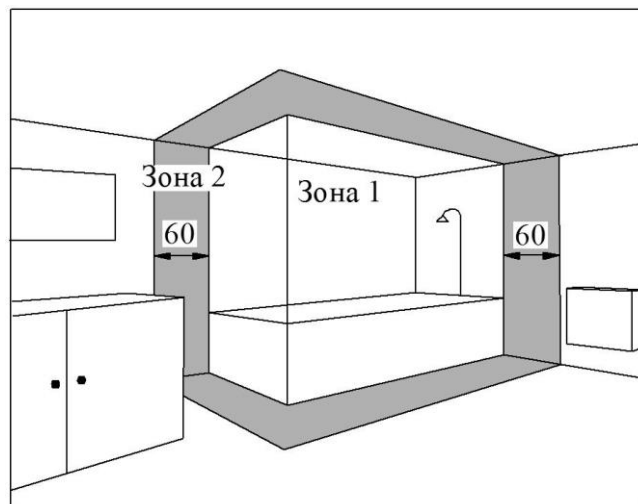

Рис. 4
5.5 Конвектори з виконанням оболонки IP24 допускається встановлювати в приміщеннях з підвищеною вологістю – ванних кімнатах, душових, басейнах (рис. 4). При цьому установка конвектора забороняється: